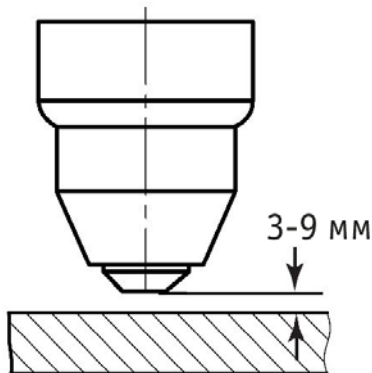

Рис. 9.6. Выбор расстояния от сопла плазматрона до разрезаемого изделия.
- **Расстояние до разрезаемого изделия (См. рис. 9.6).**